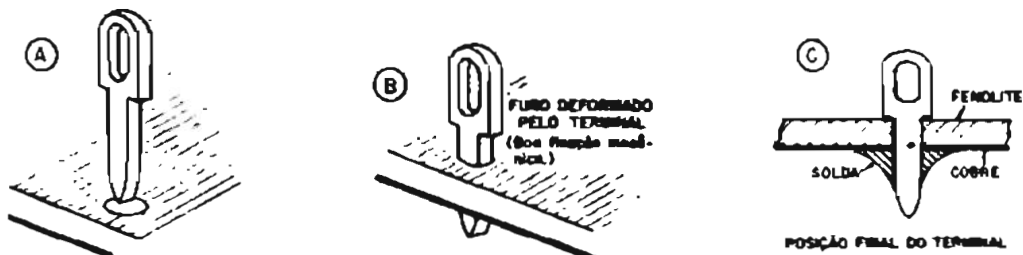

Figura 7 - Modo correto de inserir e soldar os terminais na placa de fiação impressa
- 1 - Coloque e solde os 7 terminais de ligação externa nos orifícios indicados com as letras A, B, C, D, E, F e G. Coloque e solde também os 4 terminais para a ligação das bases e emissores dos transistores de saída T₆ e T₇ nos orifícios marcados B6, E6, B7 e E7. Use pressão moderada ao inserir os terminais, evitando rachar a placa impressa. (Figura 7).